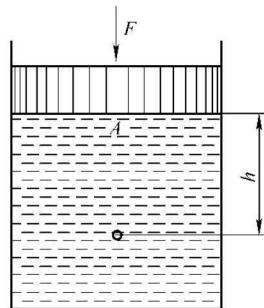

图 1-7 静压传递原理
如图 1-7 所示，密闭容器内油液表面的外力变化时，引起作用在表面的压力  $p_0$  随之发生变化，只要液体仍保持静止状态，液体中的任一点压力也将发生同样大小的变化。所以，施加于密闭容器内静止液体上的压力以等值传递到液体各点。这就是静压传递原理，或帕斯卡原理。
**【例 1-1】** 如图 1-7 所示,容器内盛有油液。已知油的密度  $\rho=900 \text{ kg/m}^3$ ,作用在活塞上的力  $F=2000 \text{ N}$ ,活塞面积  $A=1 \times 10^{-3} \text{ m}^2$ 。不计活塞质量,问活塞下  $h=0.8 \text{ m}$  处的压力是多少?